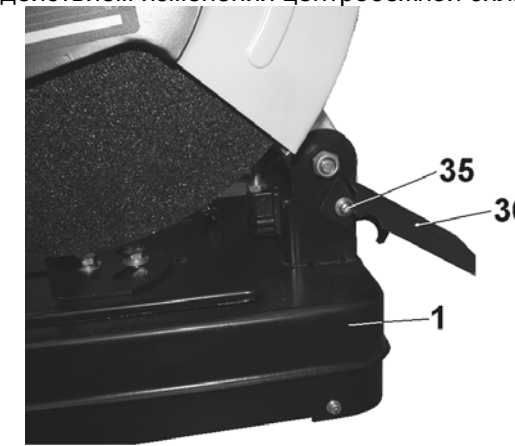

Рис. 6
11.7. Во избежание скапливания металлических опилок и абразивной пыли на рабочем столе (1) ослабьте крепление винта (35), установите искрогаситель (36) в выбранное положение, закрепите винтом (35), Рис. 6.
11.8. При регулировке ограничения опускания отрезного диска (15) на определённую (фиксированную) глубину резания ослабьте контргайку (25). Установите болт (24) таким образом, чтобы в нижнем (необходимом) положении отрезного диска (15) головка болта (24) упиралась в ограничитель (29), Рис. 6.